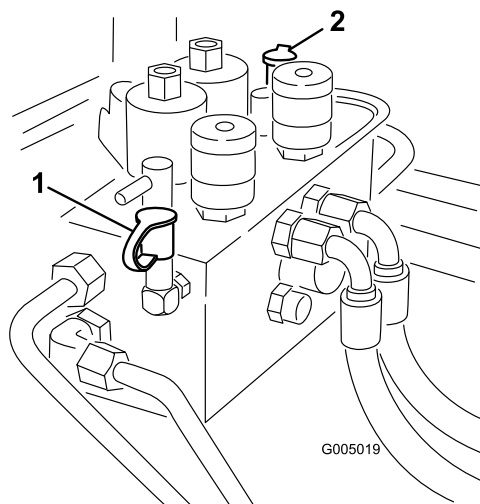

Figure 78
2. La prise d'essai B (Figure 78) est utilisée dans les contrôles de dépannage du circuit hydraulique des plateaux de coupe avant.
3. La prise d'essai B (Figure 78) est utilisée dans les contrôles de dépannage du circuit hydraulique des plateaux de coupe arrière.